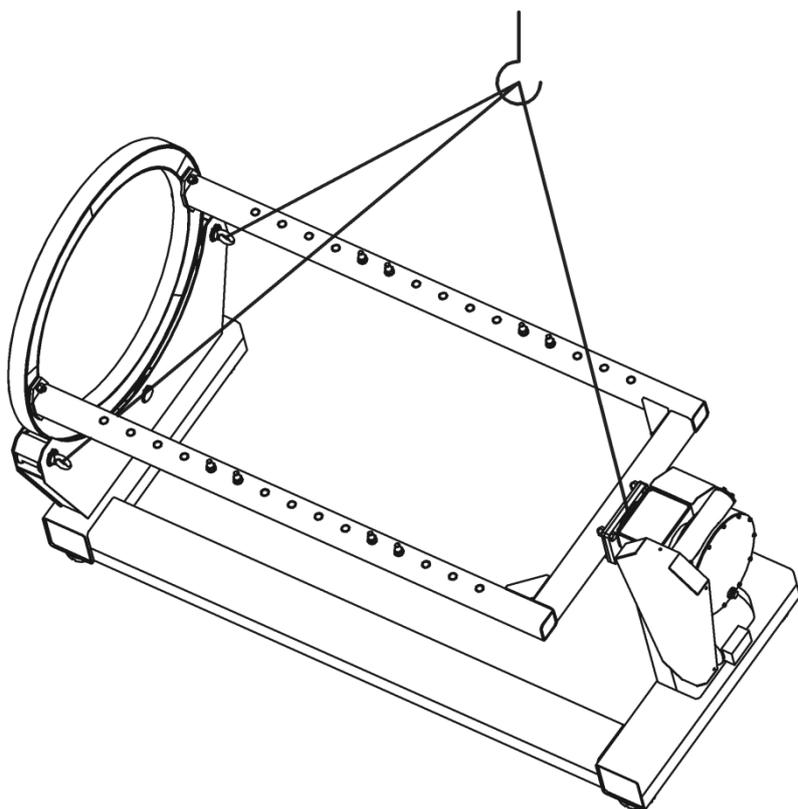

Рис. 4 Схема строповки стенда
10.6. Схема строповки стенда приведена на рис. 4.